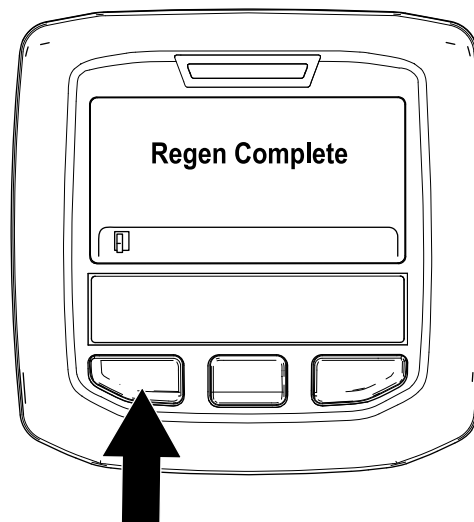

Bild 48
- Die geparkte Regenerierung ist abgeschlossen, wenn die Meldung „Regen. Complete“ im InfoCenter angezeigt wird. Drücken Sie die linke Taste, um den Homebildschirm anzuzeigen (Bild 48).